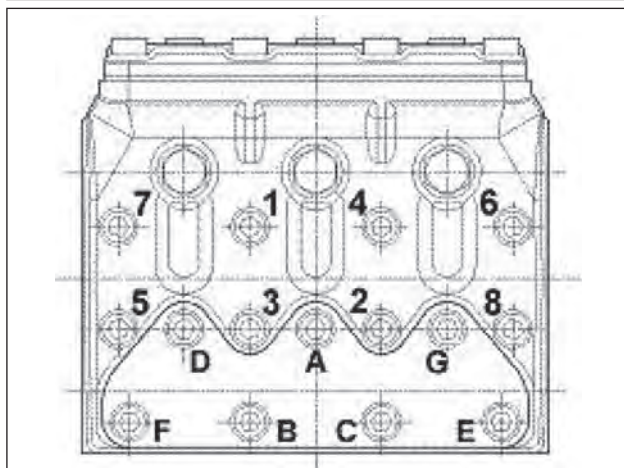

Abb. 24
** Die Befestigungsschrauben des Kopfes mit einem Drehmomentschlüssel und durch Schmieren des Gewindenschafts gemäß der Reihenfolge in Abb. 24 festziehen.
*** Die Befestigungsschrauben der Ventildeckel mit einem Drehmomentschlüssel und durch Schmieren des Gewindenschafts gemäß der Reihenfolge in Abb. 24 festziehen.